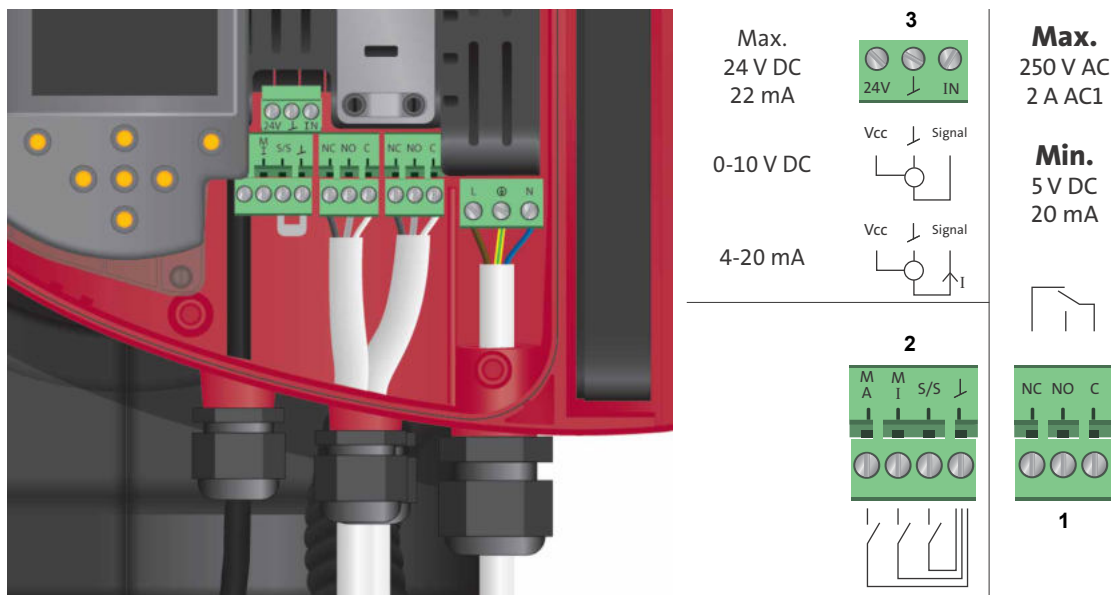

Fig. 10 Diagrama de conexiones
Véase la fig. 10, pos. 1.
Véase la fig. 10, pos. 2.
Véase la fig. 10, pos. 3.